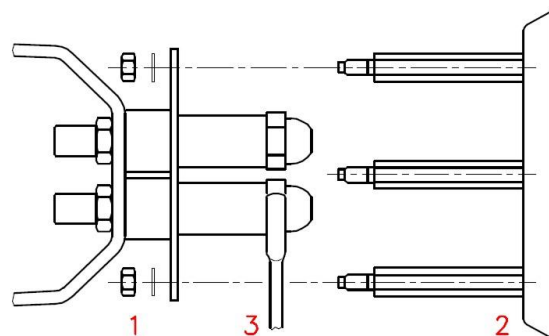

Fig. 9 Byte av munstycke
- Ta bort muttrarna (pos. 1, Fig. 9) och skivan (pos. 2, Fig. 9).
- Använd nyckel (pos. 3, Fig. 9) för att byta ut munstyckena.